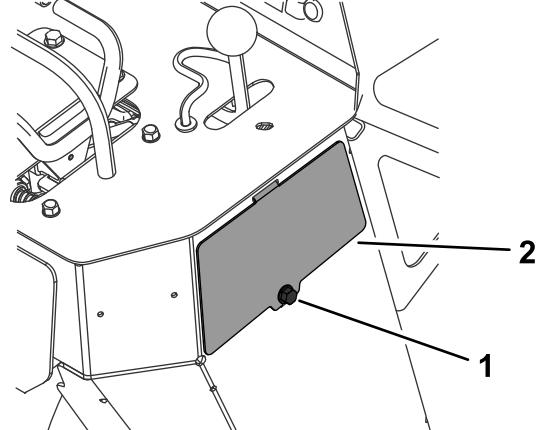

Figura 56
3. Retire el perno y el panel de acceso a la derecha de la máquina (Figura 56).
5. Instale el panel de acceso y fíjelo con el perno (Figura 56).